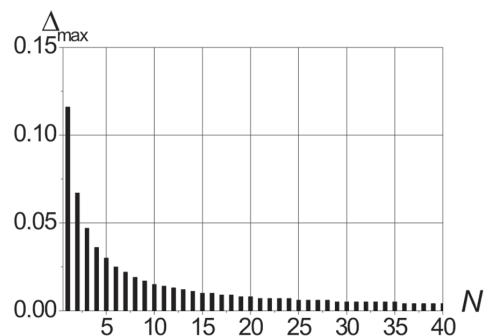

Рис. 1. Зависимость Δ_{\max} от числа полупериодов сигнала за время измерения.
Зависимость Δ_{\max} от отношения τ/T , определяемая выражением (6), показана на рис. 1